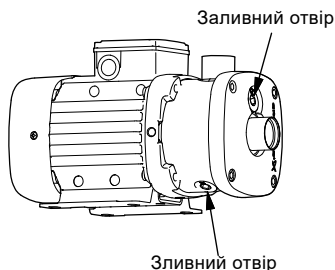

Рис. 10 Положення заливного отвору і зливного отвору
3. Витягніть заглушку заливного отвору. Див. рис. 10.